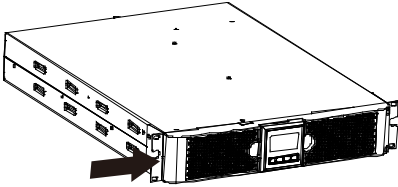

Fig. 4
1. Aliniați urechile de montare cu orificiile pentru șuruburi de pe partea laterală a sursei de alimentare neîntreruptibile și strângeți șuruburile. (Fig. 4)